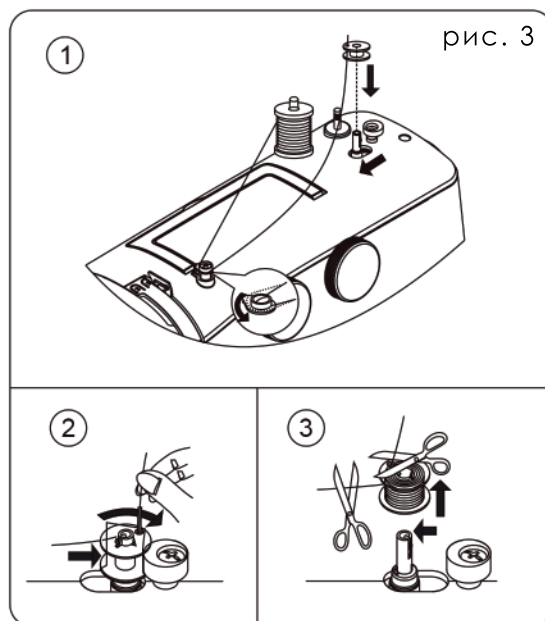

рис. 3
1. Поместите катушку с нитью на левый катушечный стержень. Нить с катушки пропустите через нитенаправитель намотки шпульки (рис. 3 – 1). Проденьте конец нити через отверстие на шпулке (рис. 3 – 2).
2. Установите шпиндель намотки шпульки в крайнее левое положение, если он еще не там. Установите шпульку на шпиндель так, чтобы конец нити был на некотором расстоянии над шпулкой (рис. 3 – 2). Сместите шпиндель в крайнее правое положение до щелчка. Удерживайте конец нити.
3. Нажмите на педаль. Катушка автоматически прекратит вращаться после полной намотки шпульки. Верните шпиндель в первоначальное положение (влево), чтобы снять шпульку и обрезать нить (рис. 3 – 3).